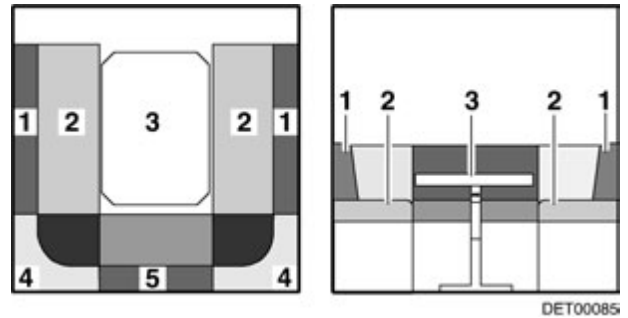

Fig. 60 Antes de la transformación
- Transformar la mesa (Fig. 60,3) en base de cama (véase apartado 7.7).